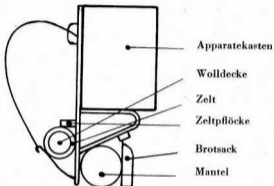

Bild 8
1. Der Apparat wird vom Mann auf dem Traggreff getragen. (Vergl. 4. Abschnitt und Bild 8). Ein zweiter Mann setzt den Apparat in Betrieb. (Unterer Deckel geschlossen).
Apparat und Reservematerialkasten (K1), bzw. Apparat und Handgenerator (K1A) können von je einem Mann auf dem Einheitstraggreff getragen werden (siehe Bild 8). Auch nach dem Festschnallen des Gerätes sollen die Deckel noch geöffnet werden können, worauf zu achten ist.